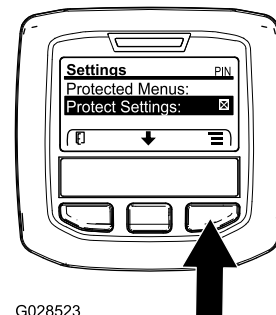

Figura 43
1. Acceda al menú protegido y desbloquee el submenú de configuración protegido (Figura 43); consulte Acceso a los menús protegidos \(página 26\).